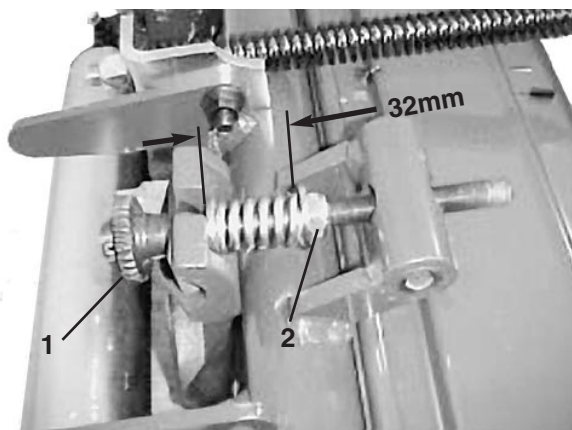

**Bild 20**
- A. Lockern Sie die Maschinenschraube, mit der die Lagereinstellmutter am Lagergehäuse an der linken Seite des Schneidwerks befestigt ist (Bild 20).